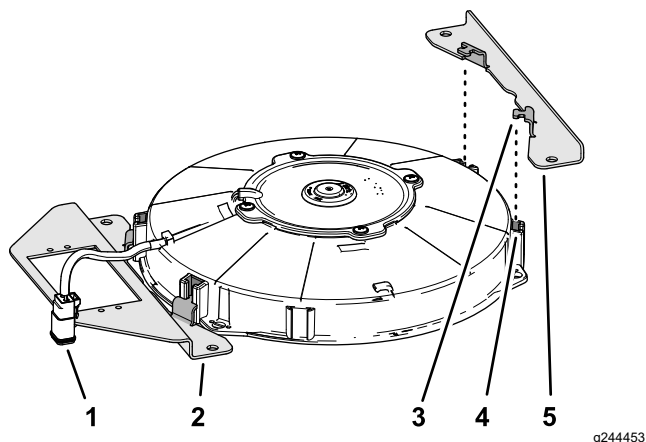

Figura 3
1. Nell'alloggiamento della ventola di raffreddamento, individuate le 2 asole più vicine al cablaggio della ventola con il connettore a 2 prese (Figura 3).
2. Inserite le 2 alette di fissaggio della staffa lunga di montaggio della ventola nelle asole dell'alloggiamento della ventola (Figura 3) individuate al passaggio 1.
3. Inserite le 2 alette di fissaggio della staffa corta di montaggio della ventola nelle altre 2 asole dell'alloggiamento della ventola (Figura 3).